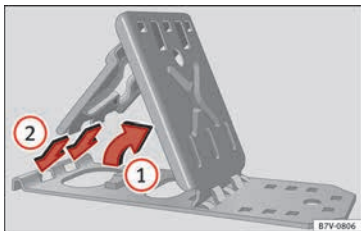

Abb. 102 Klappkeile ausklappen.
- Stützplatte anheben »» **Abb. 102** ①.
- Beide „Nasen“ der Fixierungsplatte ganz in die Langlöcher der Stützplatte stecken ②.